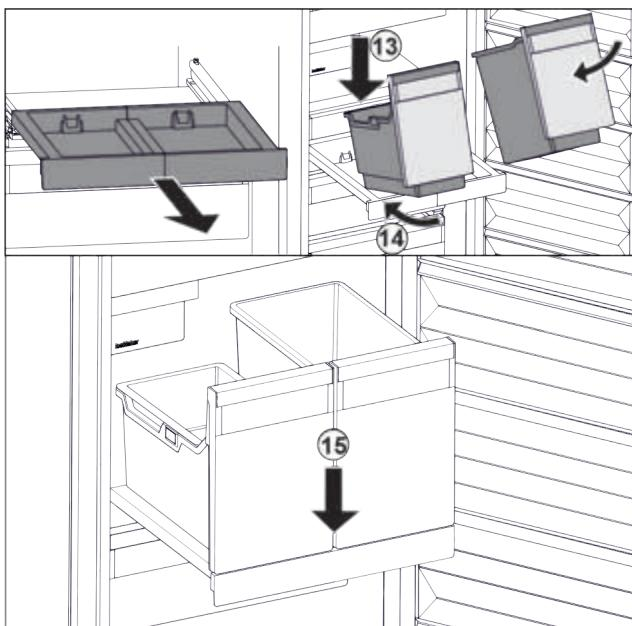

Fig. 86
- Встановити резервуар на витяжну панель навколо. Fig. 86 (13)
- Насунути резервуар навколо до заду. Fig. 86 (14)
- Резервуар опустити спереду. Fig. 86 (15)